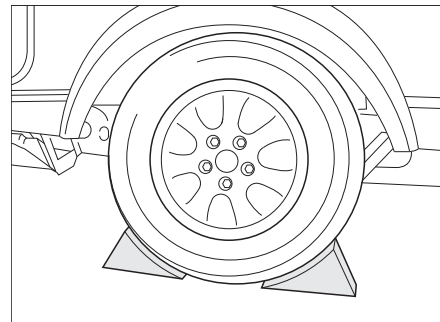

Bild 187 Säkra fordonet
- Använd stoppklossar eller liknande föremål på motsatt hjul för att säkra fordonet (Bild 187).